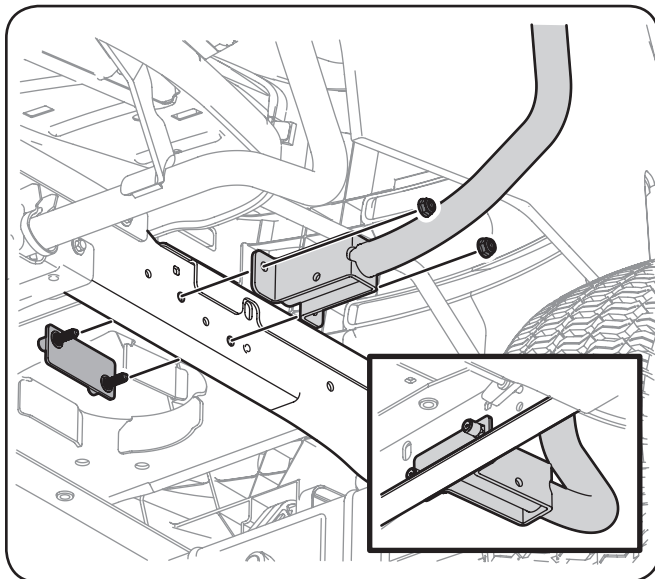

Figura 3-2
1. Use dos de las tuerca de seguridad con brida (N.º de ref. de pieza 11) y una de las placas de montaje de la cúpula (n.º 8), y monte el soporte delantero izquierdo (n.º 6B) en el bastidor del tractor como se indica en la Figura 3-2.